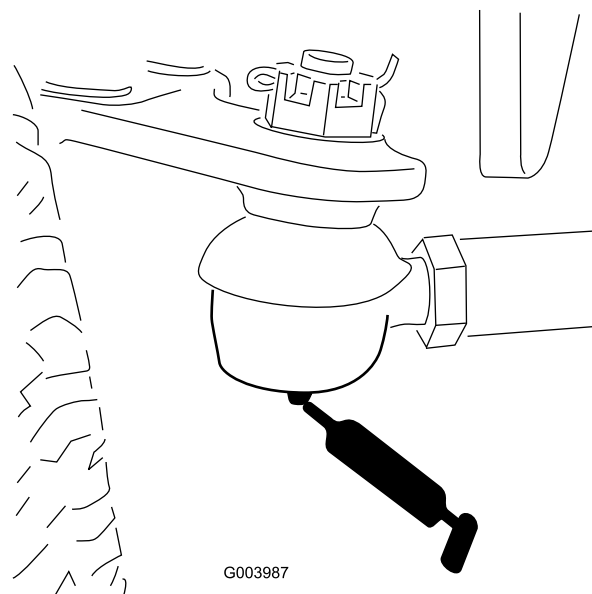

Рисунок 49
- Тяги заднего моста (2 шт.) (Рисунок 49)